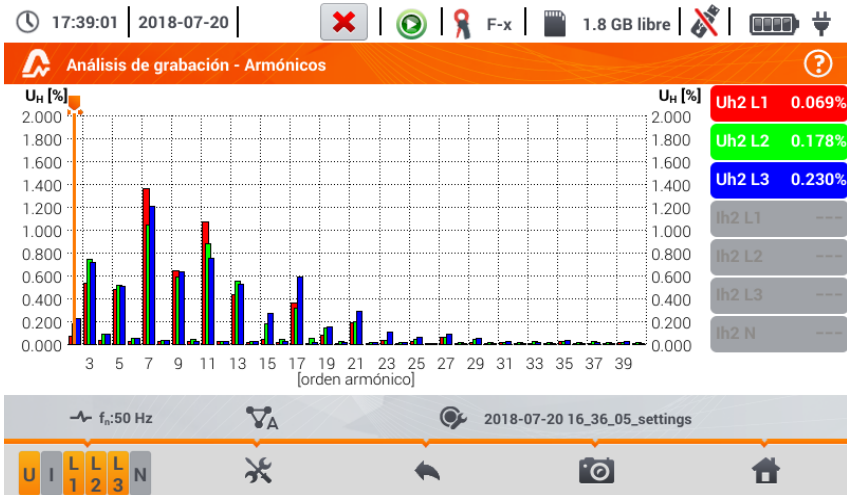

Fig. 5.23. Lecturas actuales - armónicos - vista de barras
Si en la **sección 5.8** paso ③ se ha seleccionado el icono , se mostrará la pantalla como en la **Fig. 5.23**. Un espacio de trabajo consiste en un gráfico, el menú de etiquetas y el menú de iconos de función.